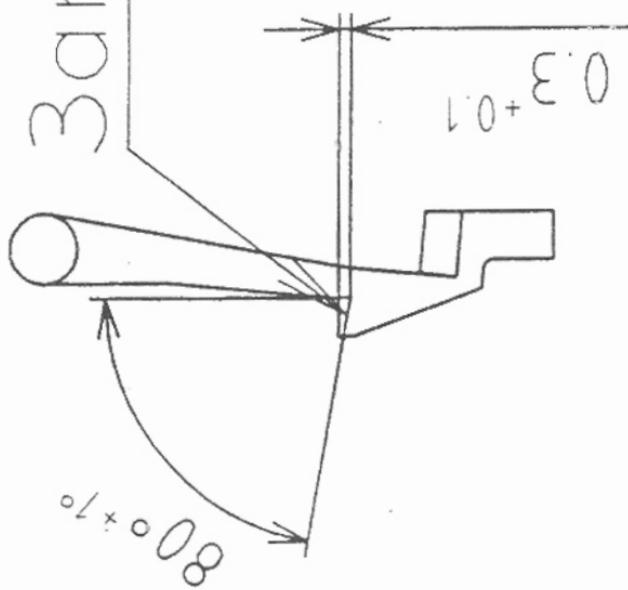

Рис. 8
*Примечание:* При невозможности устранения неисправности по п. 1 допускается доработка пружины поз.7 по (рис 7) и защелки поз.4 по (рис.8).
*Примечание:* При невозможности устранения неисправности по п. 1 допускается доработка пружины поз.7 (рис.7) и защелки поз.4 (рис.8).